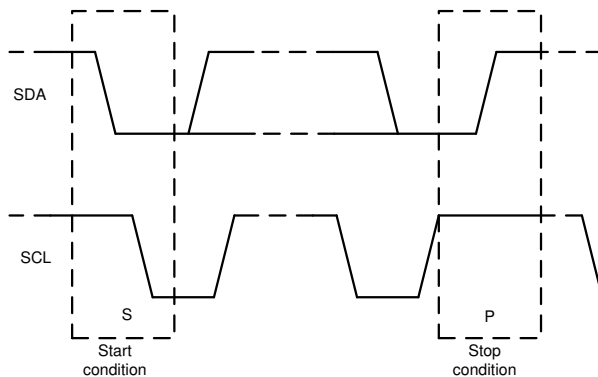

图 7-21. 启动和停止条件
1. 控制器通过产生启动条件来启动数据传输。启动条件是当 SCL 为高电平时在 SDA 线上发生从高到低的转换，如图 7-21 所示。所有与 I²C 兼容的器件都会识别启动条件。
4. 为了用信号指示数据传输结束，控制器通过在 SCL 线处于高电平期间将 SDA 线从高电平拉低来产生停止条件，如图 7-21 所示。此操作将释放总线并停止与寻址的目标器件之间的通信链路。所有与 I²C 兼容的器件都会识别停止条件。在收到停止条件后，将释放总线，然后所有目标器件等待启动条件，接着是匹配的地址。